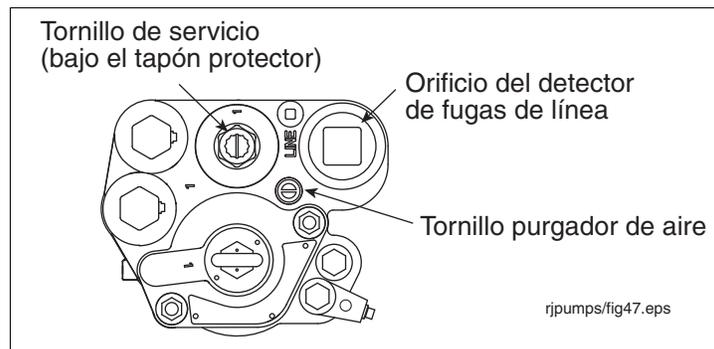

Figura 22. Ubicación del tapón del orificio de descarga para el transductor detector de fugas de línea
2. Quite y guarde el tapón protector que cubre el tornillo de servicio y gire el tornillo en el sentido de las agujas del reloj (véase la Figura 22). Conforme el tornillo se acerca a su posición más baja, oírás cómo se despresuriza el sistema. Siga girando el tornillo hasta su tope. Cuando el tornillo esté totalmente bajado, aflójelo 4 vueltas para elevar la válvula de retención y que el combustible salga de las cavidades hidráulicas del distribuidor.
6. Abra el tornillo purgador de aire dándole entre 2 y 3 vueltas en el sentido contrario a las agujas del reloj (véase la Figura 22).